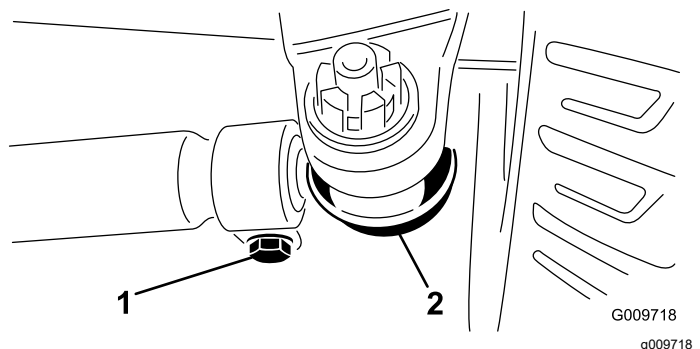

Bild 114
3. Entfernen Sie den Splint und die Mutter von einem der Spurstangen-Kugelgelenke (Bild 114), um die Vorspur einzustellen.
5. Lockern Sie die Klemmen an beiden Enden der Zugstangen (Bild 114).